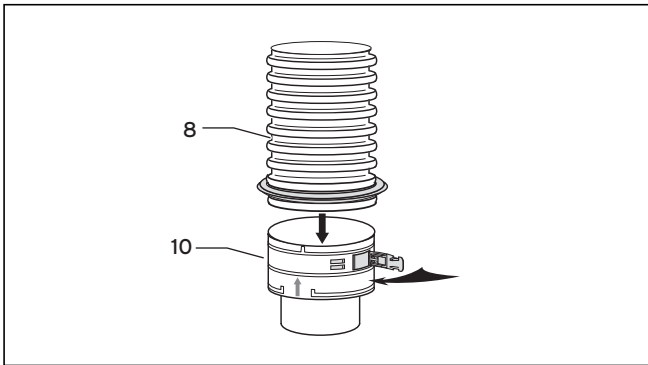

Рис. 6.55 Вставной элемент с гибким выпускным газопроводом
- Надвиньте нижний конец выпускного газопровода (8) до упора во вставной элемент (10) и закрепите его защелкивающимися запорами (см. рис. 6.55).